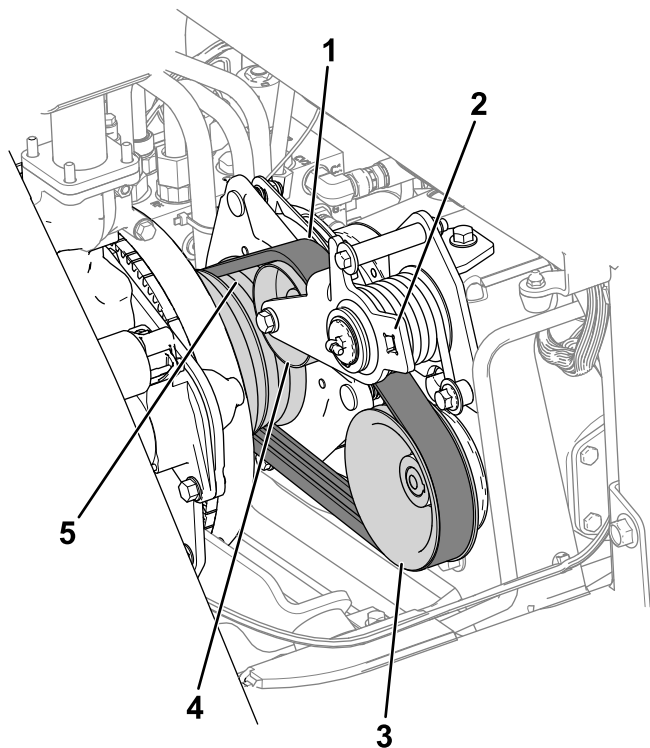

Figura 76
3. Enrute la correa sobre la polea del motor, la polea tensora y la polea de la bomba (Figura 76).